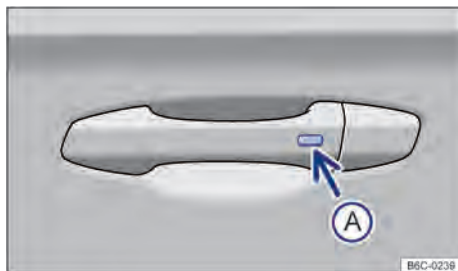

Fig. 52 Na maçaneta da porta: botão para destravar ou travar.
- 1 Pressionar o botão → Fig. 52 **A** no lado externo da maçaneta da porta.
- 2 Pressionar o botão → Fig. 52 **A** no lado externo da maçaneta da porta.
- Dentro de 5 segundos, pressionar o botão no lado externo da maçaneta da porta → Fig. 52 (A). Assim, não agarrar na maçaneta da porta. O sistema de travamento e partida Keyless Access sem chave está temporariamente desativado.